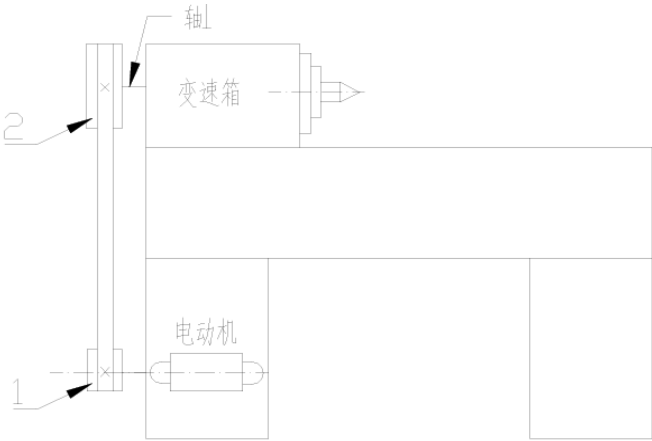
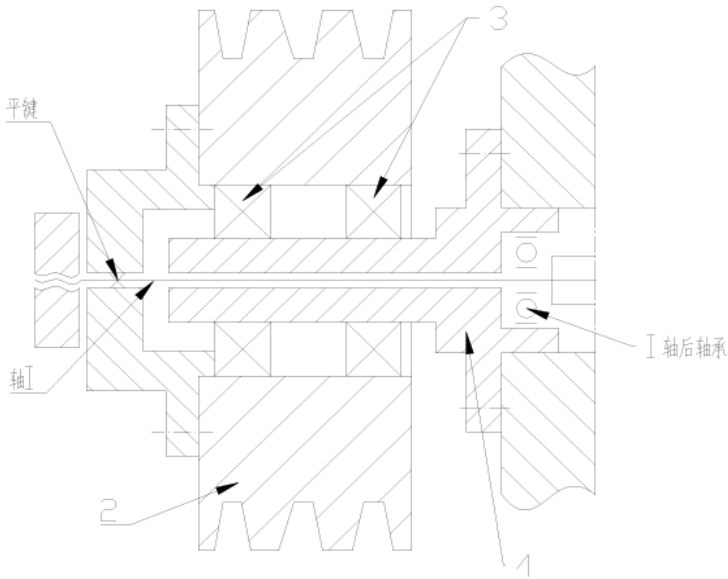

图 1
图 2
图 1 所示为一个普通车床传动系统中的带传动部分简图。在电动机轴上装有小带轮 1，经V带(三角带)传动，转动大带轮 2。大带轮 2 装在变速箱外伸轴 I 上。因轴 I 所受弯曲应力较大，故需采用带轮卸荷装置，使轴 I 输入端“卸掉”弯曲负荷而只受转矩。该卸荷装置如图 2 所示。大带轮 2 由一对轴承 3 支撑，使带的拉力作用到套筒 4 上，转矩通过一个平键传给轴 I。已知数据见下表：
2. 绘制装配图 1 张: 画出图 2 中所含各零件的装配图, 图中, 套筒 4 与箱体间通过凸缘 (法兰边) 用螺钉联接, 结构力求紧凑。(带轮直径为非标设计, 带槽设计时, 按照标准最临近尺寸选取。)
3. 绘制零件图 1 张: 画出图 2 中带轮 2 的零件图。